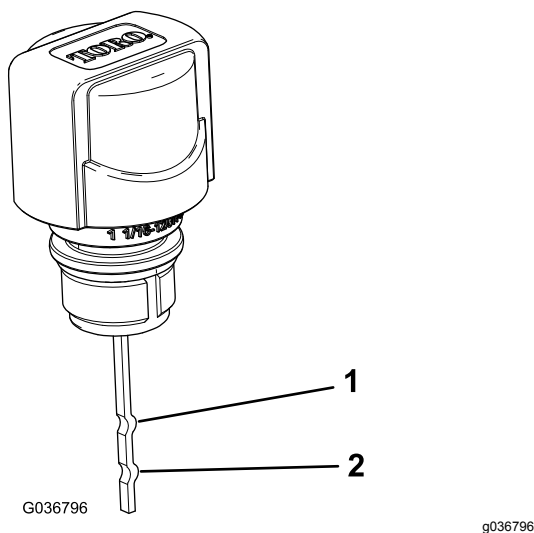

Figura 21
**Nota:** O nível de fluido deve ficar entre as duas marcas de limite superior e inferior da vareta (**Figura 21**).